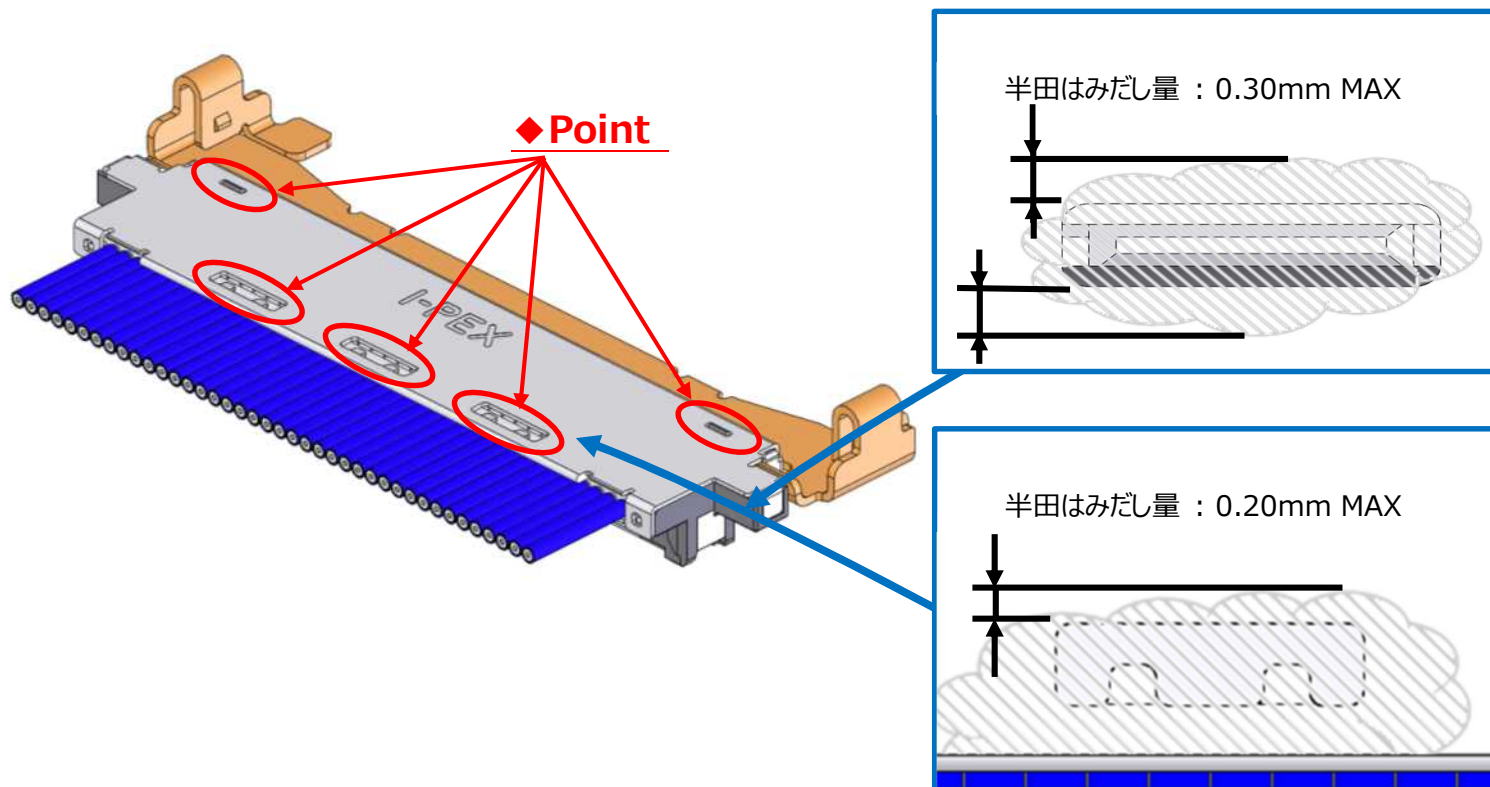

図.7 SHELL-AとGND BARを半田付け
③ SHELL-A,BとGND BARを半田コテにて半田付けする。(図.7,8◆部)